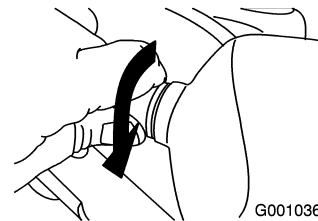

Figure 54
5. Tournez la base de l'ampoule dans le sens horaire jusqu'à la butée (Figure 54).